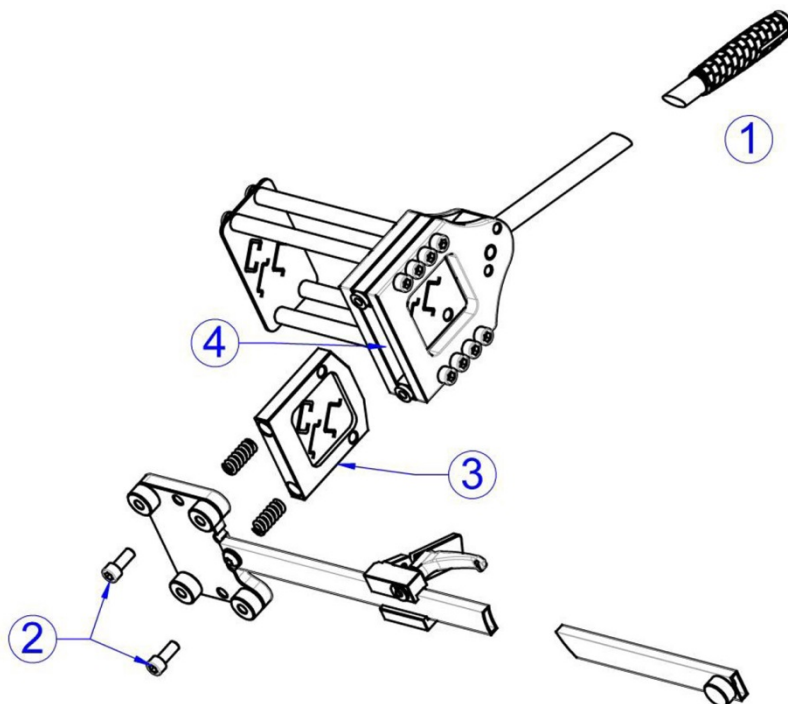

Рис. 9: Обслуживание режущей панели
- Рычаг (Рис. 9, поз. 1) полностью перевести в положение назад.
- Отвинтить два винта М10 (Рис. 9, поз. 2) на нижней стороне устройства. Так как эти винты обеспечивают натяжение возвратных пружин, их нужно отвинчивать поочередно небольшими шагами, во избежание заклинивания нижней пластины.
- Вынуть режущую панель из устройства вниз (Рис. 9, поз. 3). Если режущая панель будет сильно заклинена, отвернуть 8 боковых винтов М10 на пол-оборота и вытолкнуть режущую панель наружу.
- Прочистить внутреннее пространство (Рис. 9, поз. 4) режущего устройства и продуть сжатым воздухом.